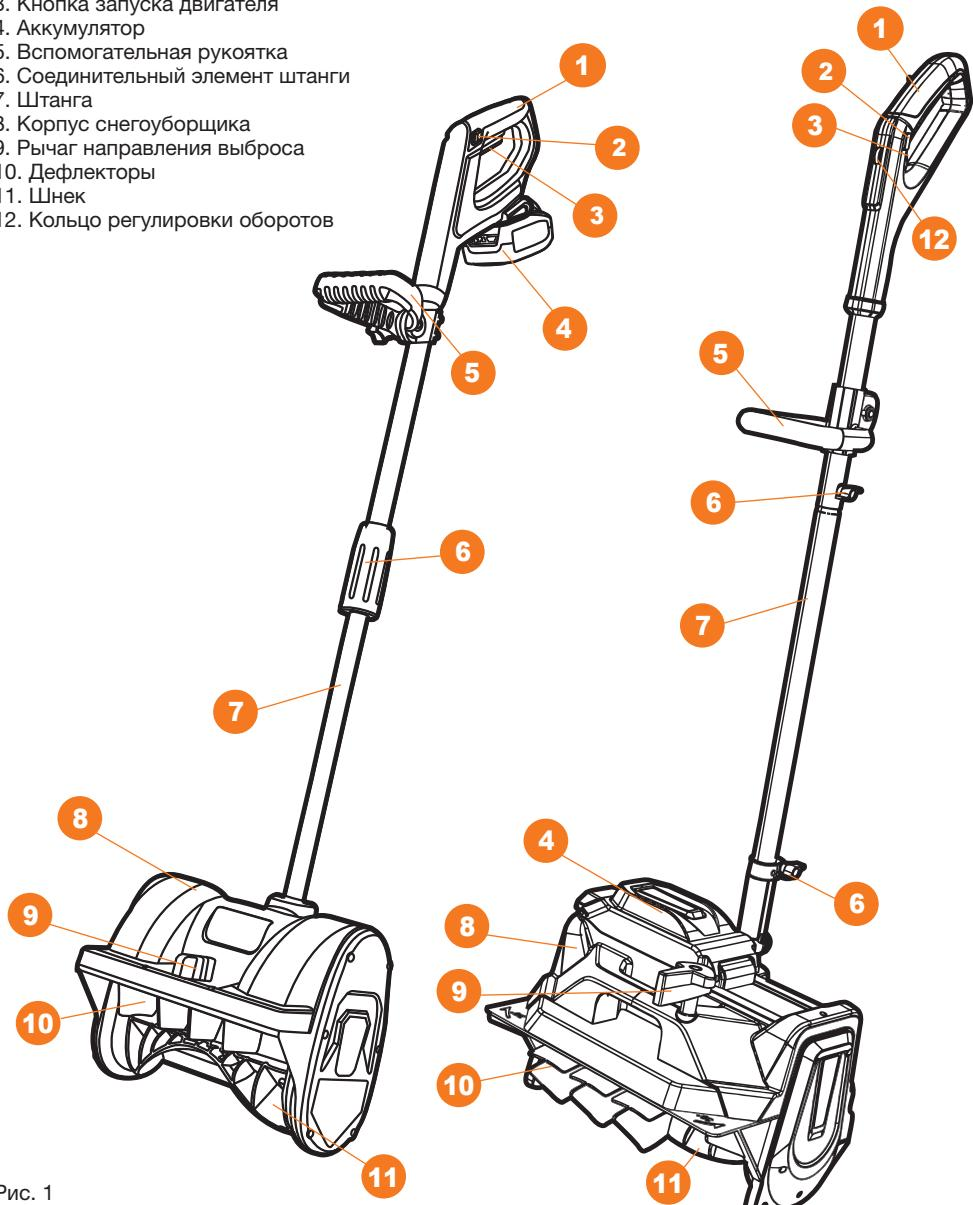

Рис. 1
- Отрегулируйте направление выброса снега изменив положение рычага **9** (Рис. 1).
- Возьмите устройство двумя руками за основную **1** и вспомогательную **5** рукоятки таким образом, чтобы шнек **11** устройства был направлен от оператора (Рис. 1).
- Зажмите кнопку блокировки включения **2** и затем нажмите кнопку запуска двигателя **3**. После старта двигателя кнопку блокировки **2** можно отпустить (Рис. 1).
- Для изменения скорости вращения шнека на моделях **DAST 4042Li / DAST 4042Li SET** используйте кольцо регулировки оборотов **12** (Рис. 1).
- Удерживайте кнопку запуска двигателя **3** на протяжении всей уборки территории от снега (Рис. 1).
- Для остановки двигателя отпустите кнопку **3** (Рис. 1).
- Дождитесь полной остановки шнека **11**, прежде чем закончить работу (Рис. 1).